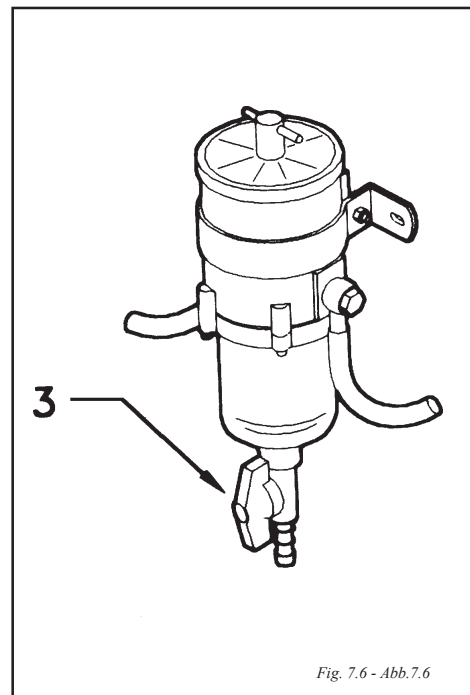

Fig. 7.6 - Abb.7.6
Aflojar la palomilla (3) (Fig. 7.6) situada en la parte inferior del filtro colocando un pequeño recipiente debajo del mismo y dejar salir el agua acumulada. Volver a apretar cuando salga combustible sin agua.
Loosen the wing nut (3) (Fig. 7.6) located at the lower side of the glass vessel and let go all the accrued water. Shut again off the wing nut and check it does not drip.
Desserrer la colombe (3) (Fig. 7.6) placée sur la partie inférieure du bac en verre et faite sortir toute l'eau accumulée. Refermer la colombe et contrôler qu'il n'y ait pas de fuite.
Allentare il cuscinetto (3) (Fig. 7.6.) situato nella parte inferiore del filtro collocando un piccolo recipiente sotto e lasciar scorrere l'acqua accumulata. Stringerlo di nuovo appena esce del combustibile senza acqua.
Einen kleinen Behälter unterstellen und die Flügelschraube (3) an der Unterseite des Filters lockern (Abb. 7.6). Das angesammelte Wasser ablaufen lassen. Die Flügelschraube wieder zudrehen, sobald Kraftstoff ohne Wasser ausläuft.